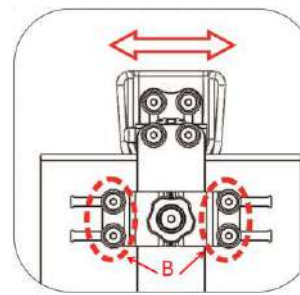

Figura 5-139
- Use una llave Allen número 4 para aflojar los tornillos B. El pommel podrá moverse a derecha/izquierda. (Figura 5-139).